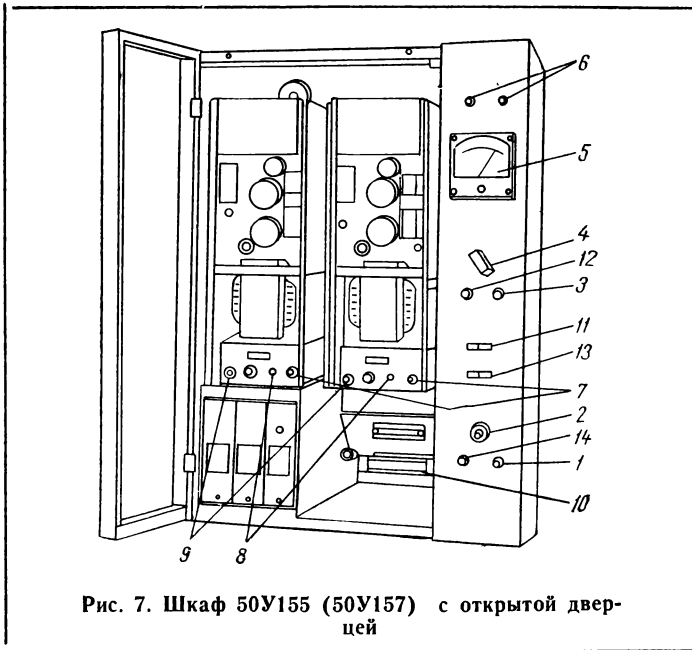

Рис. 7. Шкаф 50У155 (50У157) с открытой дверцей
На рис. 7 показаны шкаф 50У155 с открытой дверцей и все органы коммутации, управления, сигнализации и контроля. Рабочее положение всех органов аппаратуры «Звук Т2»: выключатель питающей сети 1 включен; сигнальная лампа 2 включения шкафа в сеть светится; регулятор уровня контрольного усилителя 3 находится в положении, обеспечивающем достаточную громкость контрольных громкоговорителей; переключатель индикатора 4 установлен на напряжение ~ 220 В; стрелка индикатора 5 находится в зеленом секторе; пик-индикаторы выходных напряжений 6 не светятся; выключатели сети на блоках ОУ 7 включены; сигнальные лампы включения блоков 8 светятся; выключатели громкоговорителей 9 включены. Кроме того, при работе одновременно двумя каналами на зал без синхронного перевода: вилка колодки переключения режимов 10 установлена в гнездо «Зал»; переключатель рода работы (микрофон или магнитофон) 11 не нажат; регулятор уровня при работе от микрофона или магнитофона 12 отведен влево до упора.
2) при работе комплекса в режиме «Зал» исчезло звуковоспроизведение в зале и аппаратурной. Прежде всего надо посмотреть, горит ли читающая лампа. Если нет, то на шкафу 15М89 переключатель рода тока следует перевести в положение «~» (переменный ток) и с появлением звука продолжить сеанс. После сеанса надо блок 21В75 из шкафа 15М89 изъять и отправить в ремонт. Если и на переменном токе лампа не горит, то нужно остановить сеанс и либо заменить лампу 6К×30, либо перенести фильмокопию на другой пост, перейдя на питание лампы постоянным током. В случае исправной работы читающей лампы и отсутствия звука необходимо заменить блок предварительного усилителя УП-49 (см. рис. 7) рядом расположенным резервным (микрофон), предваритель-